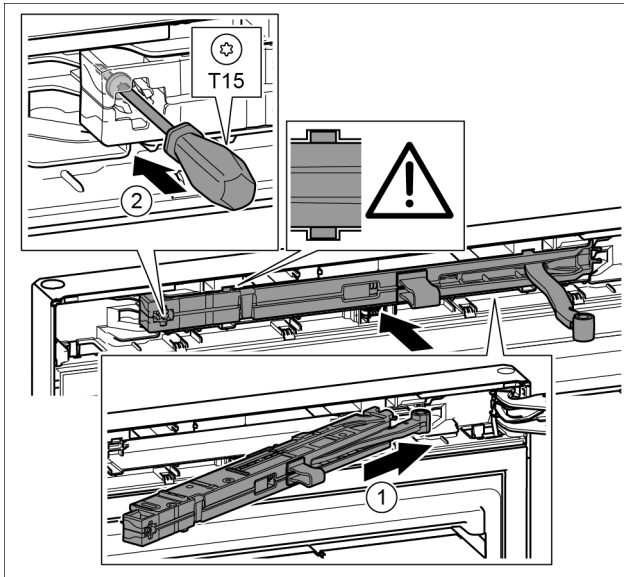

Fig. 41
- ▶ Вставить узел амортизатора со стороны опорного кронштейна в выемку до упора под наклоном. Fig. 41 (1)
- ▶ Затянуть винт отверткой T15. Fig. 41 (2)